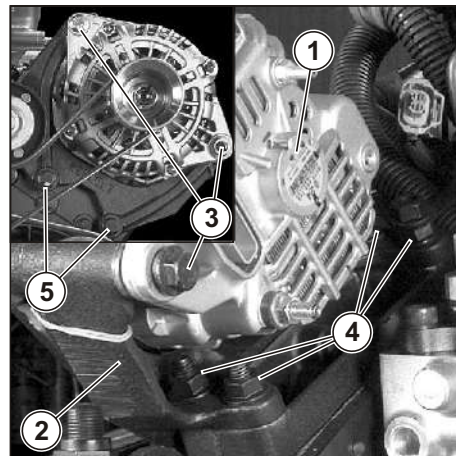

Рис. 9. Снятие генератора.
3.5. Снятие генератора переменного тока. (см. Рис. 9)